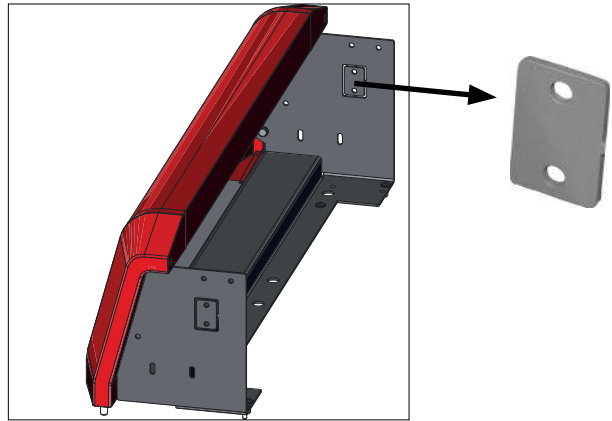

Fig. 67 Befestigungsplättchen für Seitenwand ausbrechen
- ▶ Befestigungsplättchen für Seitenwand rechts aus dem Bedienfeld ausbrechen – Fig. 67.